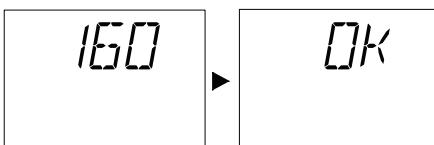

Рисунок 7.11
- Через 5 секунд после настройки желаемого давления розжига на ЖКХ-дисплее появится надпись «OK» в подтверждение того, что автоматическое сохранение установленного значения прошло успешно (см. Рисунок 7.11).